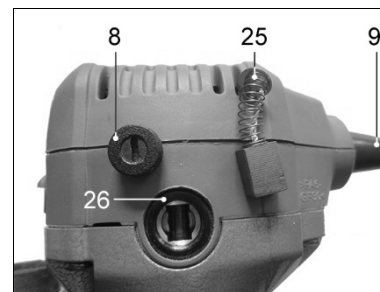

Рисунок 10.
9.3. Контроль и замена щеток (Рисунок 10)